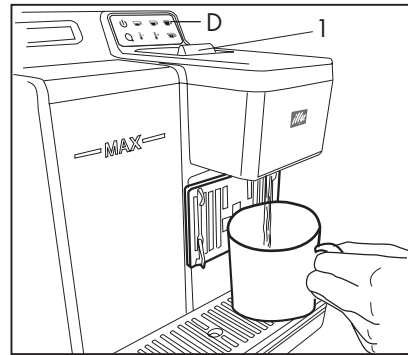

Abb. 13
- drücken Sie die Taste (D). **(Abb. 13)**
die Kapselklappe (1) darf vor dem Start des Spülvorgangs nicht geöffnet werden. **(Abb. 13)**